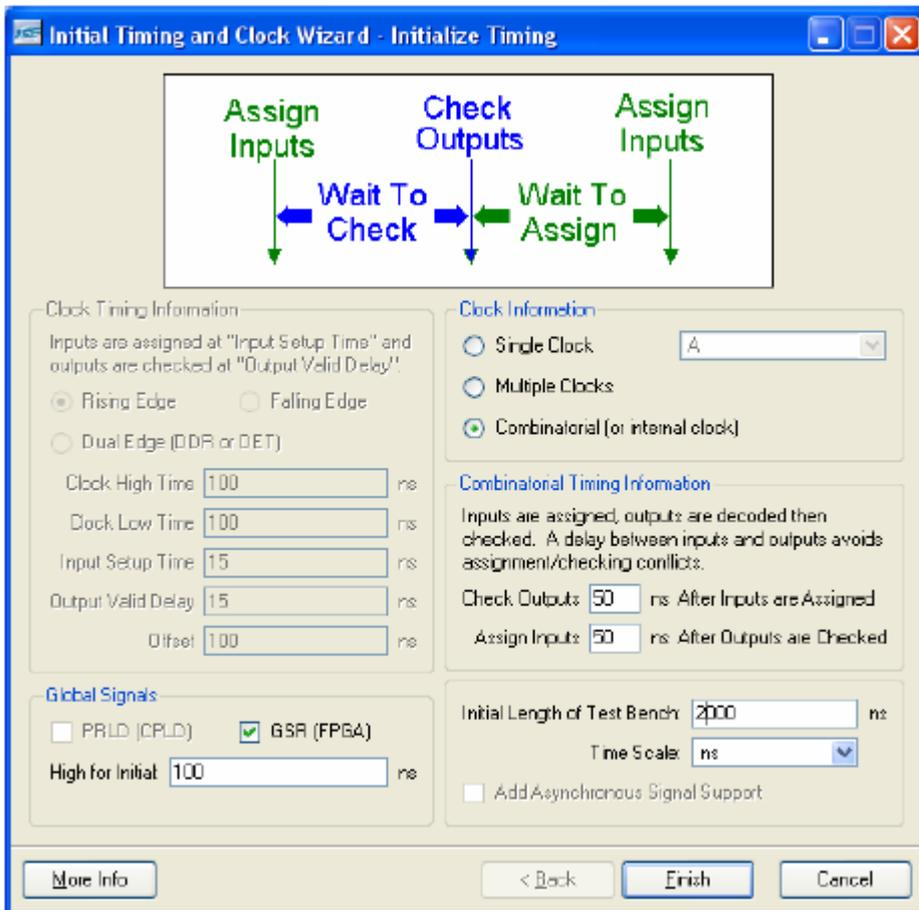

Figure 8 : Écran de saisie des caractéristiques temporelles (cas du combinatoire).
4. Cliquer sur **Next** 2 fois et ensuite sur **Finish**. Une nouvelle fenêtre s'affiche (voir Figure 8).